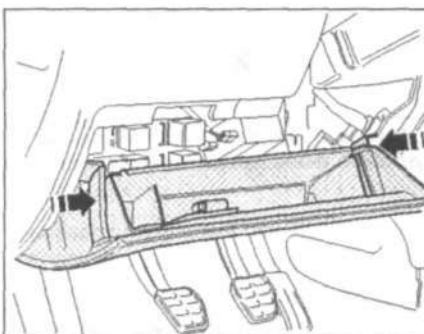

Рис. 8.10. Снимите крышку вещевого ящика, освободив сначала ее фиксаторы в направлении стрелок.
9. Снимите крышку вещевого ящика, освободив сначала ее фиксаторы в направлении **стрелок** (рис. 8.10).